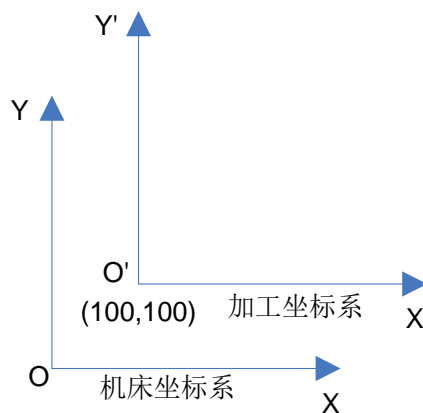

图 5-4 加工坐标系偏移量示意图
- **originPos[x]**: 加工坐标系原点的规划位置值, 即相对于机床坐标系的偏移量。建立的加工坐标系如图 5-4 所示。